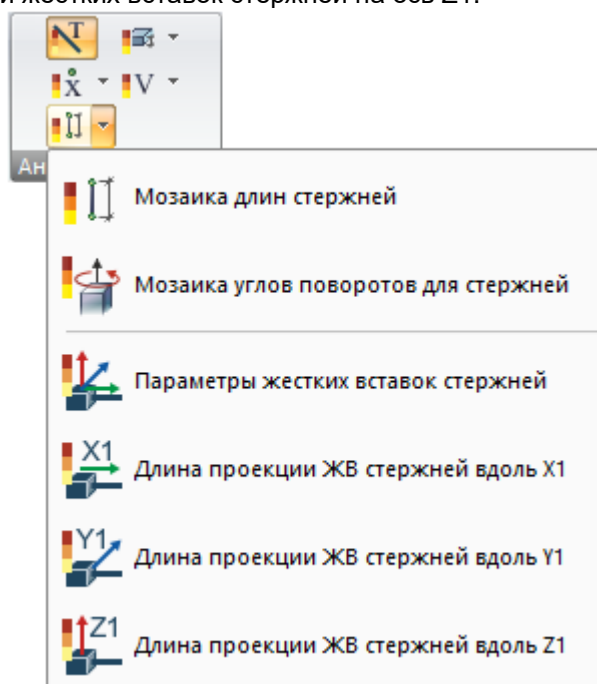

Рис. 60. Раскрывающийся список **Мозаика параметров стержней**
**Геометрические характеристики стержней** (рис. 60) – раскрывающийся список с заменой. Просмотр мозаик параметров стержней: